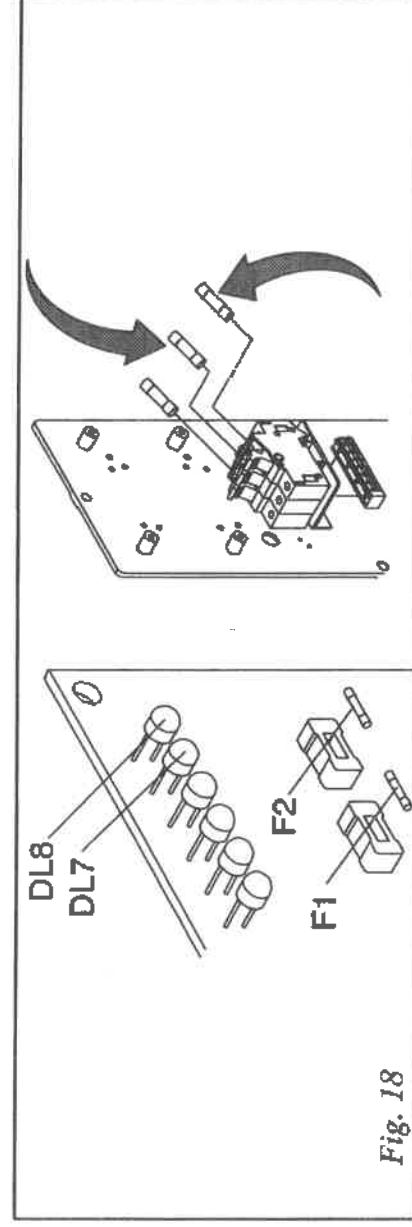

Fig. 18
- a) Vérifier l'allumage des leds DL 7 et DL 8 sur le circuit imprimé (code 02E02882, tav. 5). S'ils ne s'allument pas, vérifier les fusibles F1 et F2 sur le circuit imprimé et éventuellement les fusibles de 1 A (code 02008816, tav. 5) (Fig. 18).